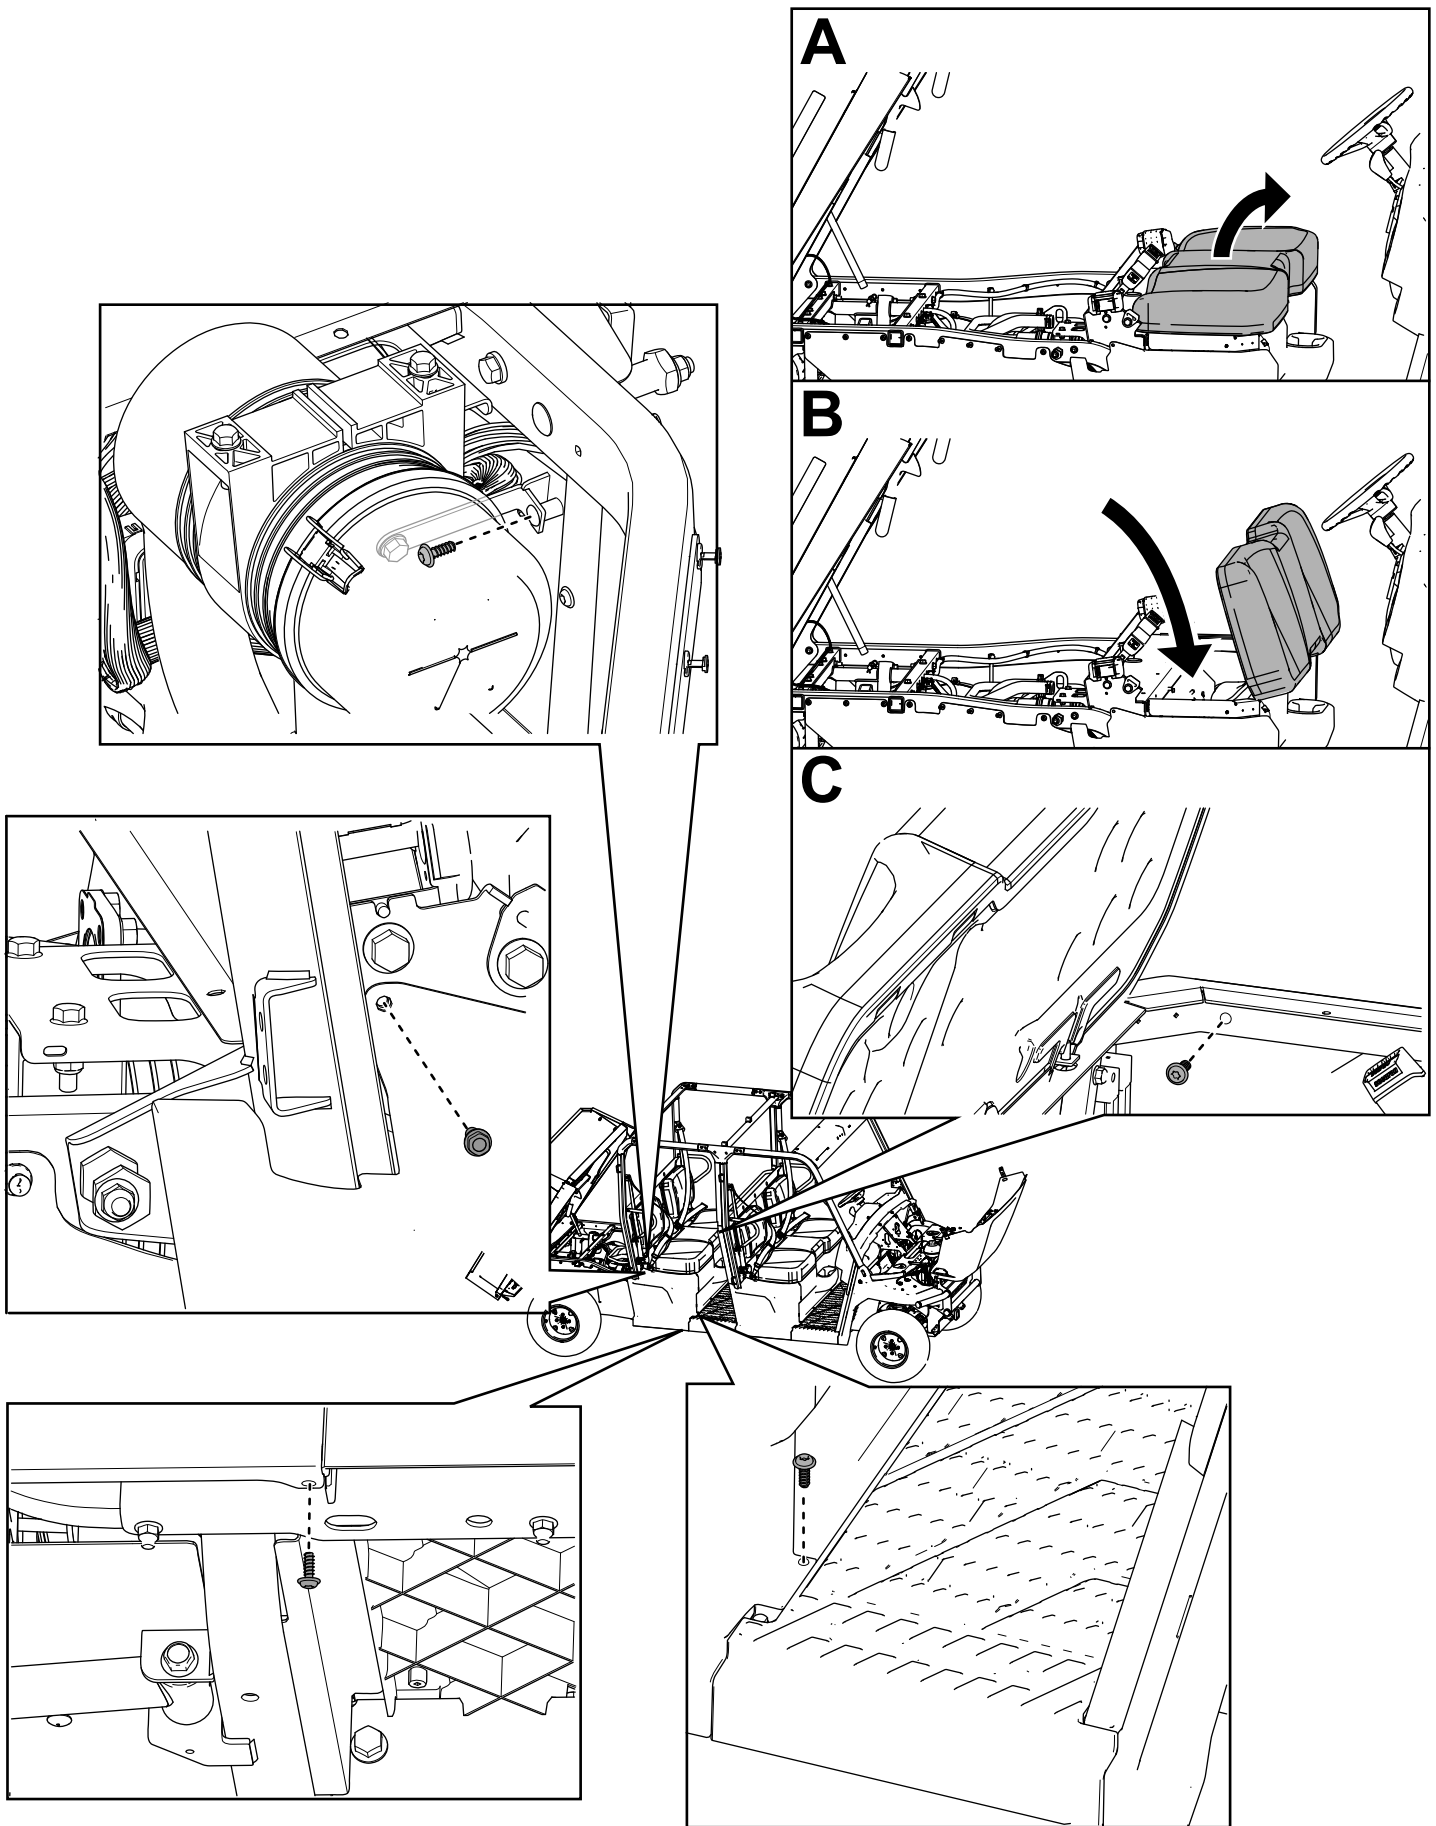

Figura 59
32. Fissate i pannelli sedile di destra (2) e di sinistra (2) utilizzando i 2 bulloni a testa esagonale con rondella ($\frac{1}{4}$ " x $\frac{3}{4}$ ") rimossi in precedenza, come illustrato nella Figura 59.